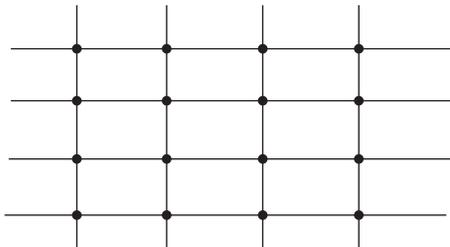

图 2-47 平面图中的圆柱
(2) 使用“圆环”命令绘制图 2-47 所示的平面图中的圆柱(直径为 500)。